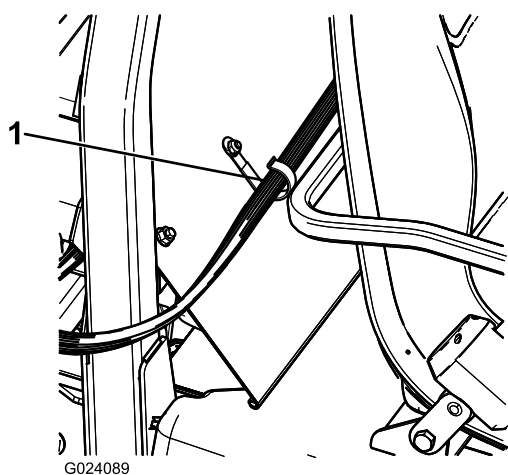

Figura 22
2. Instalezi o clemă J în spatele scaunului pasagerului (Figura 22) folosind un urub ($\frac{1}{4} \times \frac{1}{2}$ ") i o piuliă cu guler ($\frac{1}{4}$ ").
3. Fixezi cablajul consolei de comandă pe consolă i pe înveliul ROPS folosind clemele J (Figura 22).